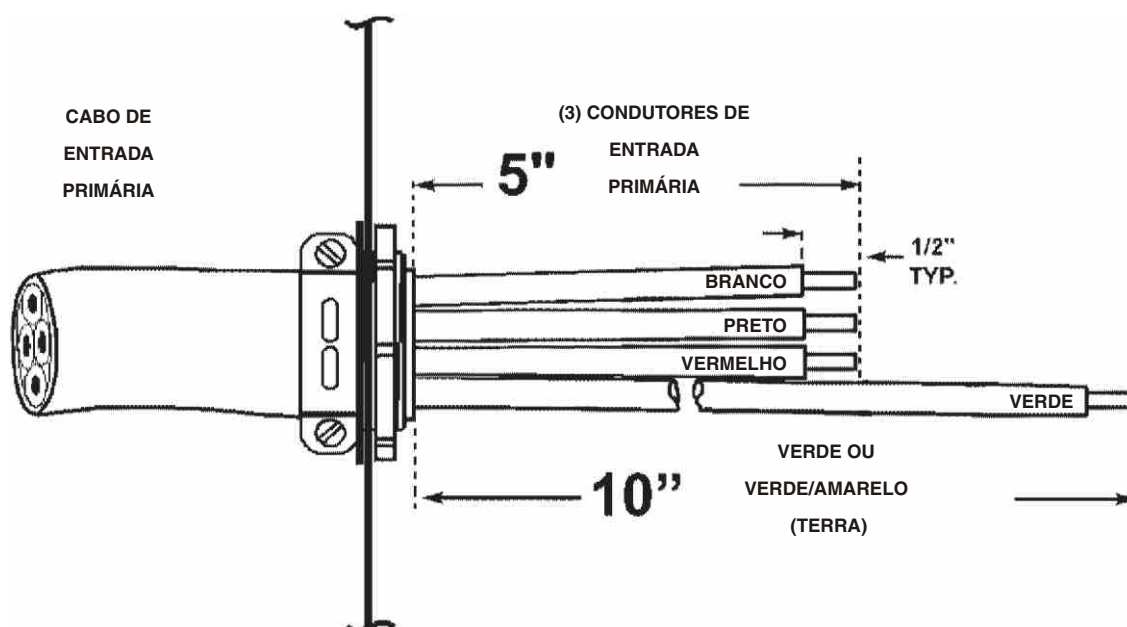

Figura 6 – Configuração de cabo de força primária
- 3) Os Códigos de segurança especificam que O Cabo de Força fio TERRA deve ser o último a quebrar a conexão caso o cabo seja puxado da unidade. Certifique-se de cortar e isolar o fio como mostrado na figura 6.